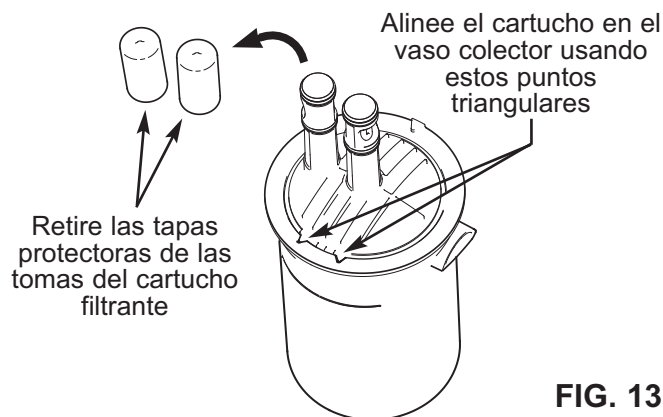

FIG. 13
7. Retire el cartucho filtrante nuevo de su embalaje y saque las tapas protectoras de las tomas (vea la Fig. 13).
8. Los cartuchos filtrantes pueden instalarse en una sola orientación, y están “machihembrados” para garantizar su calce correcto. Introduzca el cartucho filtrante nuevo en el vaso colector y gírelo hasta que los puntos triangulares en su borde superior se alineen con y encajen en los fiadores correspondientes del colector (vea la Fig. 13).